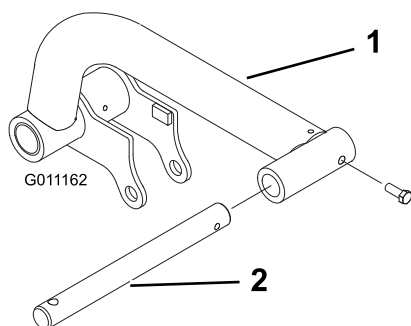

図 14
2. 左右の昇降アームにそれぞれピボットロッドを差し込み、取り付け穴を整列させる図 14。